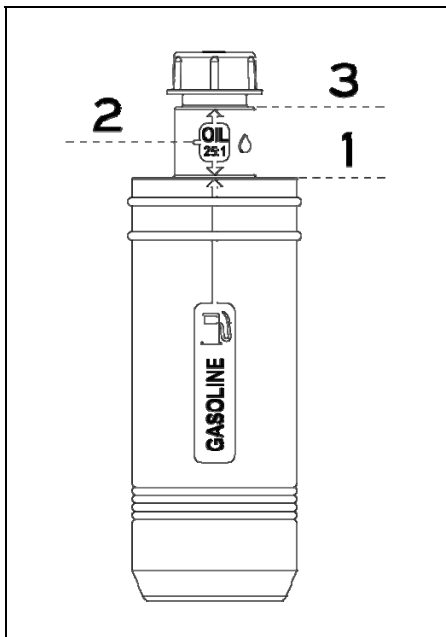

Рис.9. Емкость для приготовления бензиновой смеси
1. Налейте в бутылку бензин до отметки 1 (рис. 9).